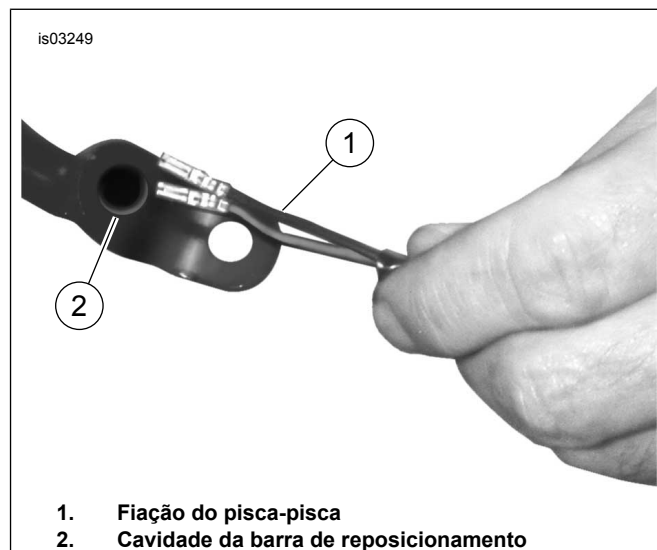

Figura 7. Orientação da fiação no suporte de reposicionamento
1. Veja a Figura 7. Passe a fiação da lâmpada através do suporte de reposicionamento do pisca-pisca.